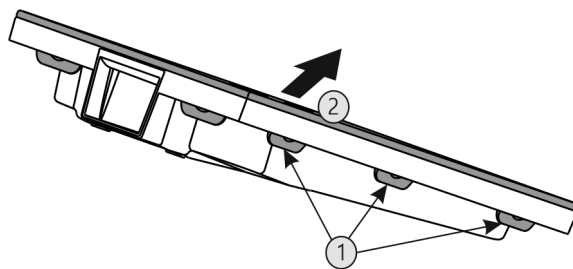

Fig. 44
- Натиснете всички езичета Fig. 44 (1) последователно и свалете капака Fig. 44 (2).